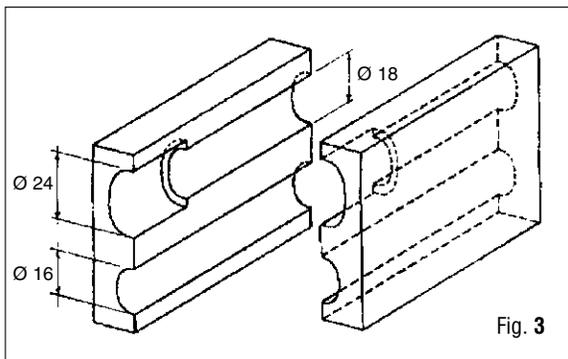
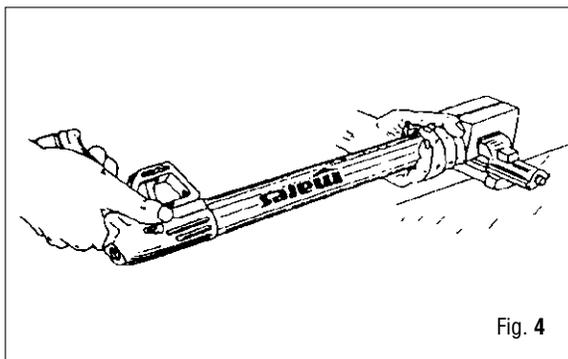
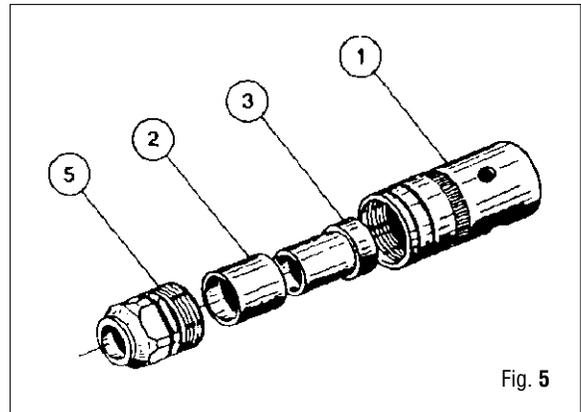
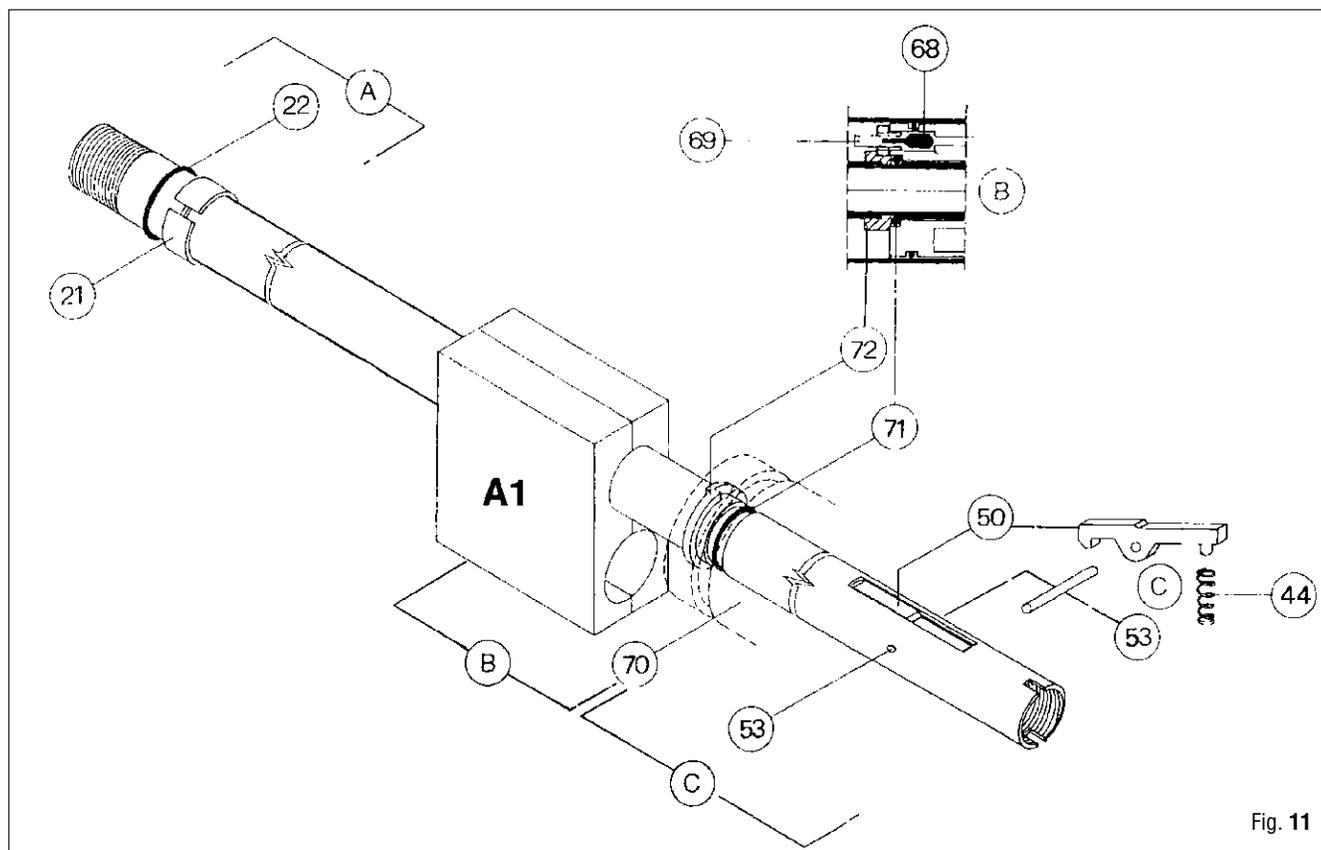

Fig. 3
Fig. 4
Fig. 5
Fig. 11
5. Apriete el cabezal (1-2-3-5) en las mordazas (diám 24 mm) usando una mordaza (Fig. 3) Extraiga el cabezal sujetando la empuñadura y la ojiva, atornillándolas simultáneamente en sentido antihorario y aplicando la misma fuerza en ambos componentes. (Fig. 4).
LA EMPUÑADURA Y LA OJIVA DEBEN DESTORNILLARSE SIMULTÁNEAMENTE Y SE DEBE APLICAR LA MISMA FUERZA SI ESTO NO SE REALIZA CORRECTAMENTE EXISTE EL RIESGO DE DAÑAR EL INTERIOR DEL FUSIL (FIG. 4).
6. Apriete la ojiva en las mordazas (24 mm) (A-1)(Fig. 3) y quite la virola (5) del cuerpo del cabezal (1) con una llave de 19 mm. (Fig. 5)
7. Quite el tubo de goma (2) y el casquillo de amortiguación (3) del cuerpo del cabezal.
8. Quite el tubo de goma (2) del casquillo de amortiguación.
13. Con un movimiento rotatorio extraiga el depósito (25) use las mordazas (A-3).
14. Coloque correctamente el cañón en la ranura de las mordazas (A-1) (diám.18 mm) (Fig. 3) y bloquee.
15. Quite el OR del cañón (22) con la herramienta apropiada (A-7).
16. Quite el casquillo de retén del OR (21) usando las pinzas especiales para anillos elásticos.
18. Extraiga la clavija fija culata (53) usando un punzón y extraiga el gatillo (48-52-75).
19. Quite la clavija de regulación del gatillo (48) del cuerpo del gatillo (52) con una llave de 6 mm.
20. Quite el refuerzo del gatillo (75) presionando la inserción de cierre, extrayéndolo del cuerpo del gatillo(52).
1. Coloque el cañón en la ranura de las mordazas (diám.16) (A-1) (Fig. 3) y apriete (Fig. 11).
2. Coloque correctamente el casquillo de retén del OR (21) en la garganta del cañón usando la herramienta especial (A-9) controlando que el lado del casquillo con diámetro menor esté dirigido hacia la empuñadura del fusil. (Fig. 11-A).
3. Coloque el OR (22) cerca del casquillo (21) con la herramienta A-9 (Fig. 11-A).
4. Con la ayuda de la herramienta (A-7), coloque el anillo elástico (72) en la garganta del cañón, con el encastre frente a la extremidad anterior del mismo cañón (Fig. 11-B).
5. Coloque el OR (71) cerca del anillo elástico(72) en la garganta del cañón usando la herramienta especial (A-7) (Fig. 11-B).
9. Desplace el bloque de regulación de la potencia (70) hasta su posición correcta sobre el OR (71). Haga girar el anillo elástico y/o el bloque de regulación de la potencia lo suficiente para que el perno del asiento de la válvula de retención (69) quede situado en el asiento correspondiente del anillo elástico (Fig. 11-B).
10. Instale el muelle (44) en el diente de disparo (50) (Fig. 11-C).
11. Fije el diente de disparo (50) y el muelle (44) en el asiento correspondiente del cañón, luego debe alinear el orificio del diente de disparo con los orificios del cañón y fijar el perno (53) (Fig. 11-C).
13. Coloque el OR (20) en la ranura de la empuñadura (41).